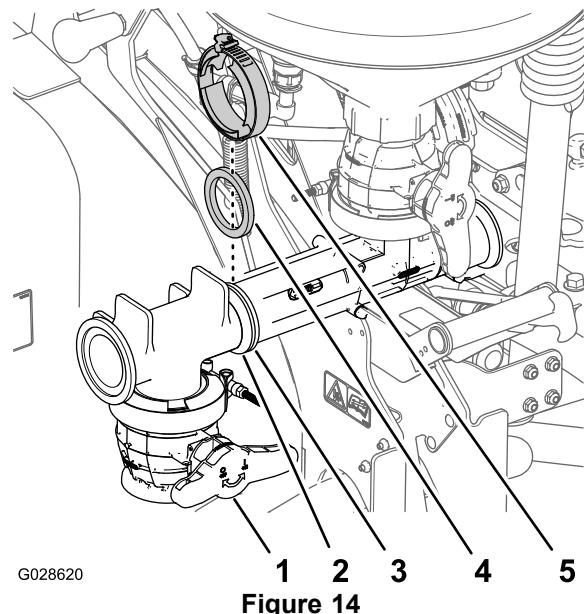

Figure 14
1. Orientez la bride du raccord en T supérieur vers la bride avant du mélangeur (Figure 14).
2. Fixez le raccord en T au mélangeur avec un joint et un collier à bride (Figure 14).